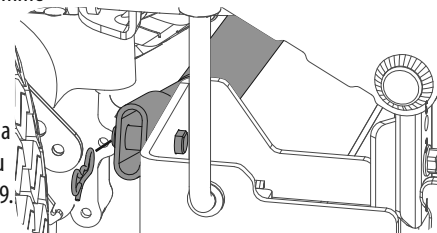

Figure 49
- a. Retirez la goupille fendue sur le côté droit de la barre qui la retient au support du châssis. Voir Figure 49.